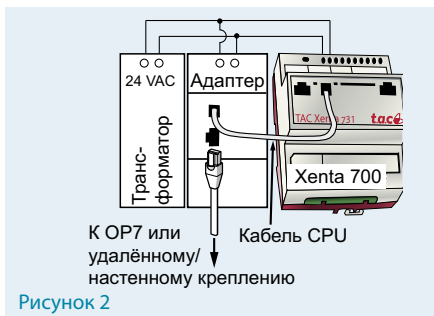

Рисунок 2
Панель оператора подключается к Xenta 700 через адаптер (см. рисунок 2).
Установите комплект для удалённого монтажа (2) в отверстие в дверце шкафа. Дополнительно навешиваемая крышка (3) увеличивает степень защиты с IP 54 до IP 65. Кабель (4), поставляемый с OP7, используется для подключения держателя к адаптеру Xenta 700 (рис. 2).
- адаптер для Xenta 700 (рис. 2)